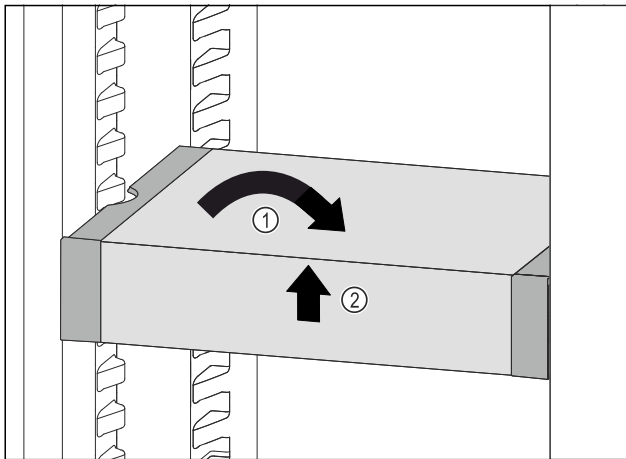

Fig. 130
- ▶ Aseta VarioSafe suoraan. Fig. 130 (1)
- ▶ Nosta VarioSafe-vetolaatikkoa edestä. Fig. 130 (2)